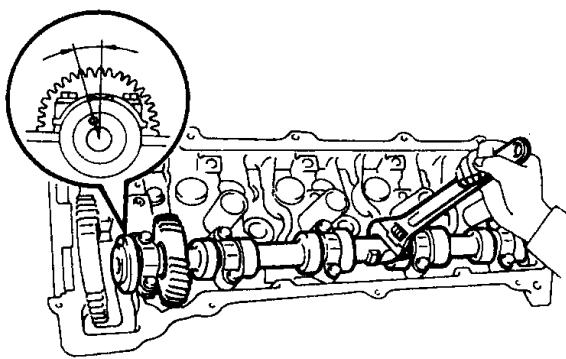

图1-1-12 设定进气凸轮轴
④见图1-1-12,设定进气凸轮轴在上止点前5°~30°的角度上。